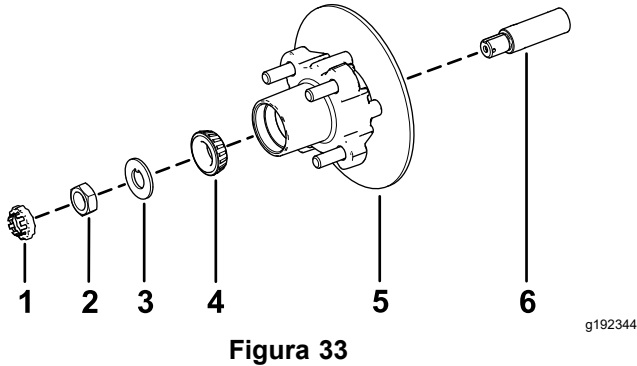

Figura 33
1. Aplique una ligera capa de grasa del tipo especificado en el eje (Figura 33).
2. Monte el cubo y el rotor en el eje con el rotor hacia dentro (Figura 33).
3. Monte el cojinete exterior en la mangueta y acople el cojinete al anillo de rodadura exterior (Figura 33).
4. Monte la arandela con pestaña en la mangueta (Figura 33).
5. Enrosque la tuerca en el eje y apriete la tuerca a 15 N·m (11 pulgadas-libra), girando el cubo para asentar el cojinete (Figura 33).
2. Alinee las pastillas de freno en cada lado del rotor (Figura 29) y los taladros del soporte de la pinza con los taladros de montaje del freno de la mangueta (Figura 33).